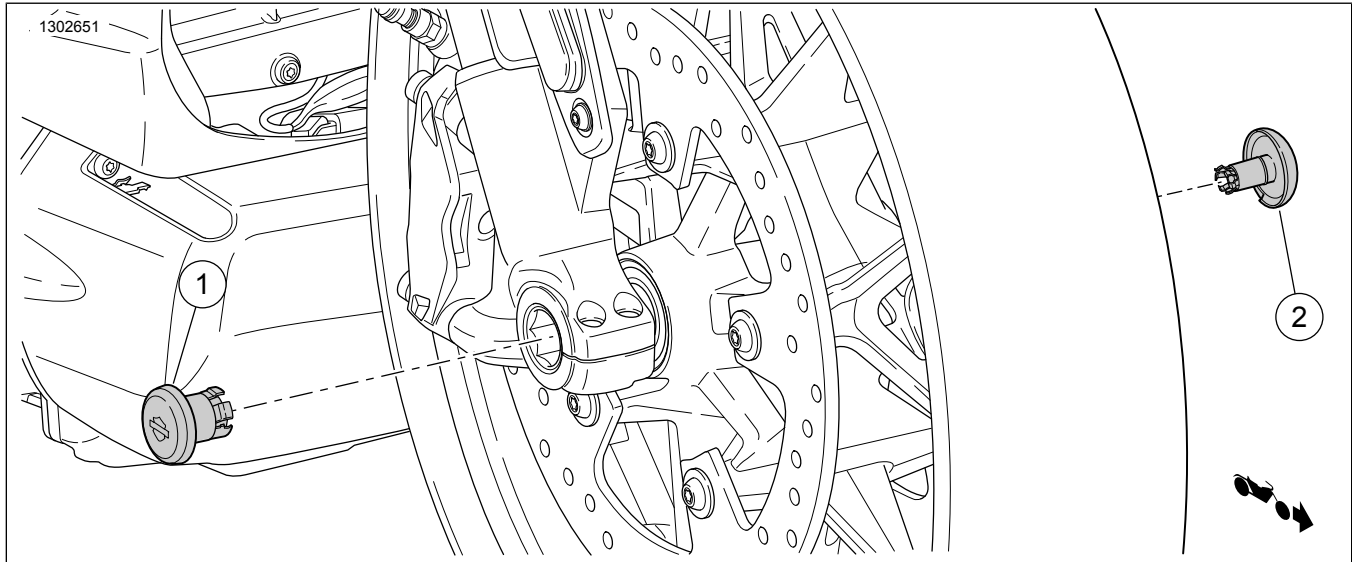

Figure 1. Contenu du kit : Cache-axes
1. Figure 1 Ouvrez les cache-axes Équipement d'origine (OE) (1,2).
1. Figure 1 Installez le **nouveau** cache-axe (hexagonal) du côté droit (1).
2. Figure 1 Installez le **nouveau** cache-axe (circulaire) du côté gauche (2).